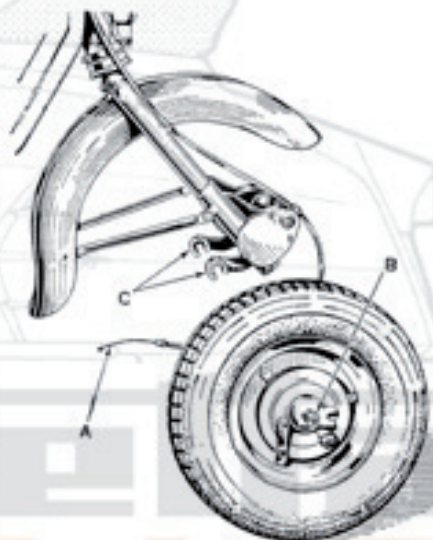

Fig. 7
Zum Abzug des Vorderrades, sowohl auf Modell d wie auf Id (Abb. 7), zuerst das Bremsbetätigungskabel (A) abnehmen, sodann die beiden seitlichen Muttern (B) abschrauben, welche es an den Schwinghebeln (C) festhalten und die Unterlegscheiben unter die in Schwinghebeln eingelassenen Muttern verschieben.